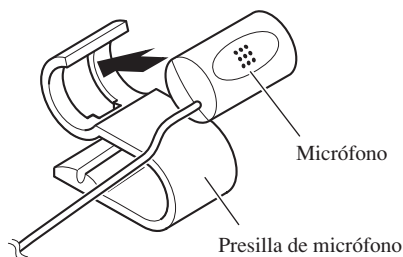

Fig. 19
1. Instale el micrófono en la presilla de micrófono. (Fig. 19)